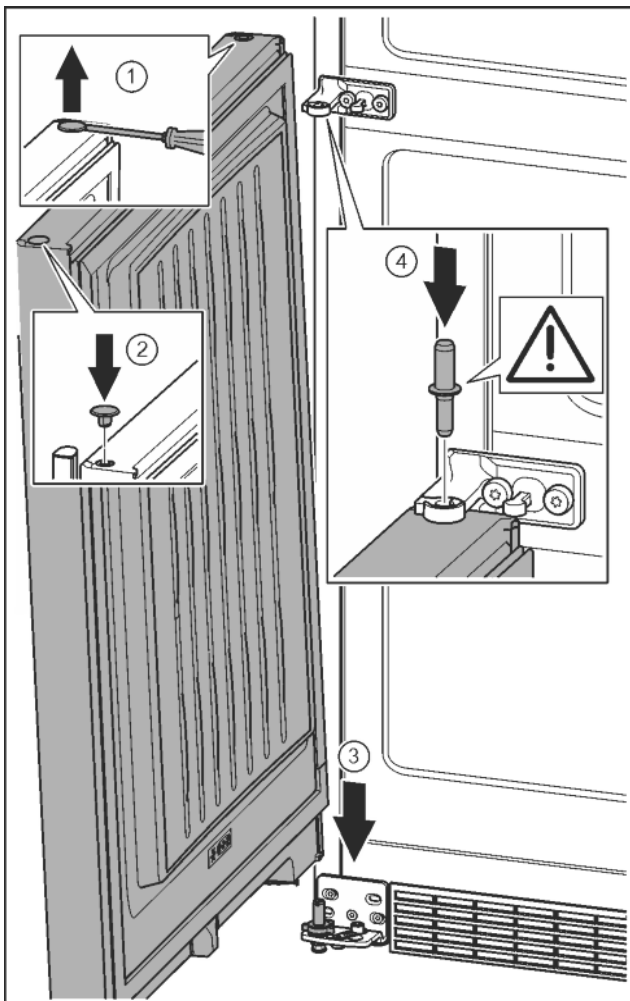

Fig. 23
- ▶ С плоска отвертка внимателно повдигнете тапата и я извадете. Fig. 23 (1)
- ▶ Отново поставете тапата от другата страна на вратата. Fig. 23 (2)
- ▶ Поставете вратата отгоре върху долния лагерен болт. Fig. 23 (3)
- ▶ Поставете лагерния болт среда през лагерната стойка среда в долната врата. При това обърнете внимание на това, фиксиращата гърбица да сочи назад. Fig. 23 (4)